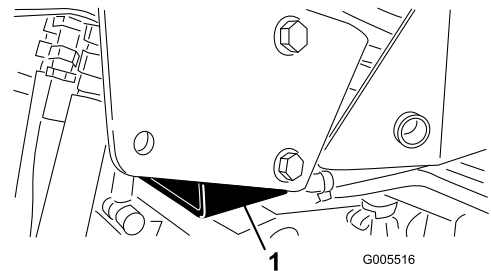

Figura 28
- Lado derecho – debajo del apoyo del gato y junto al soporte del ROPS (Figura 28)